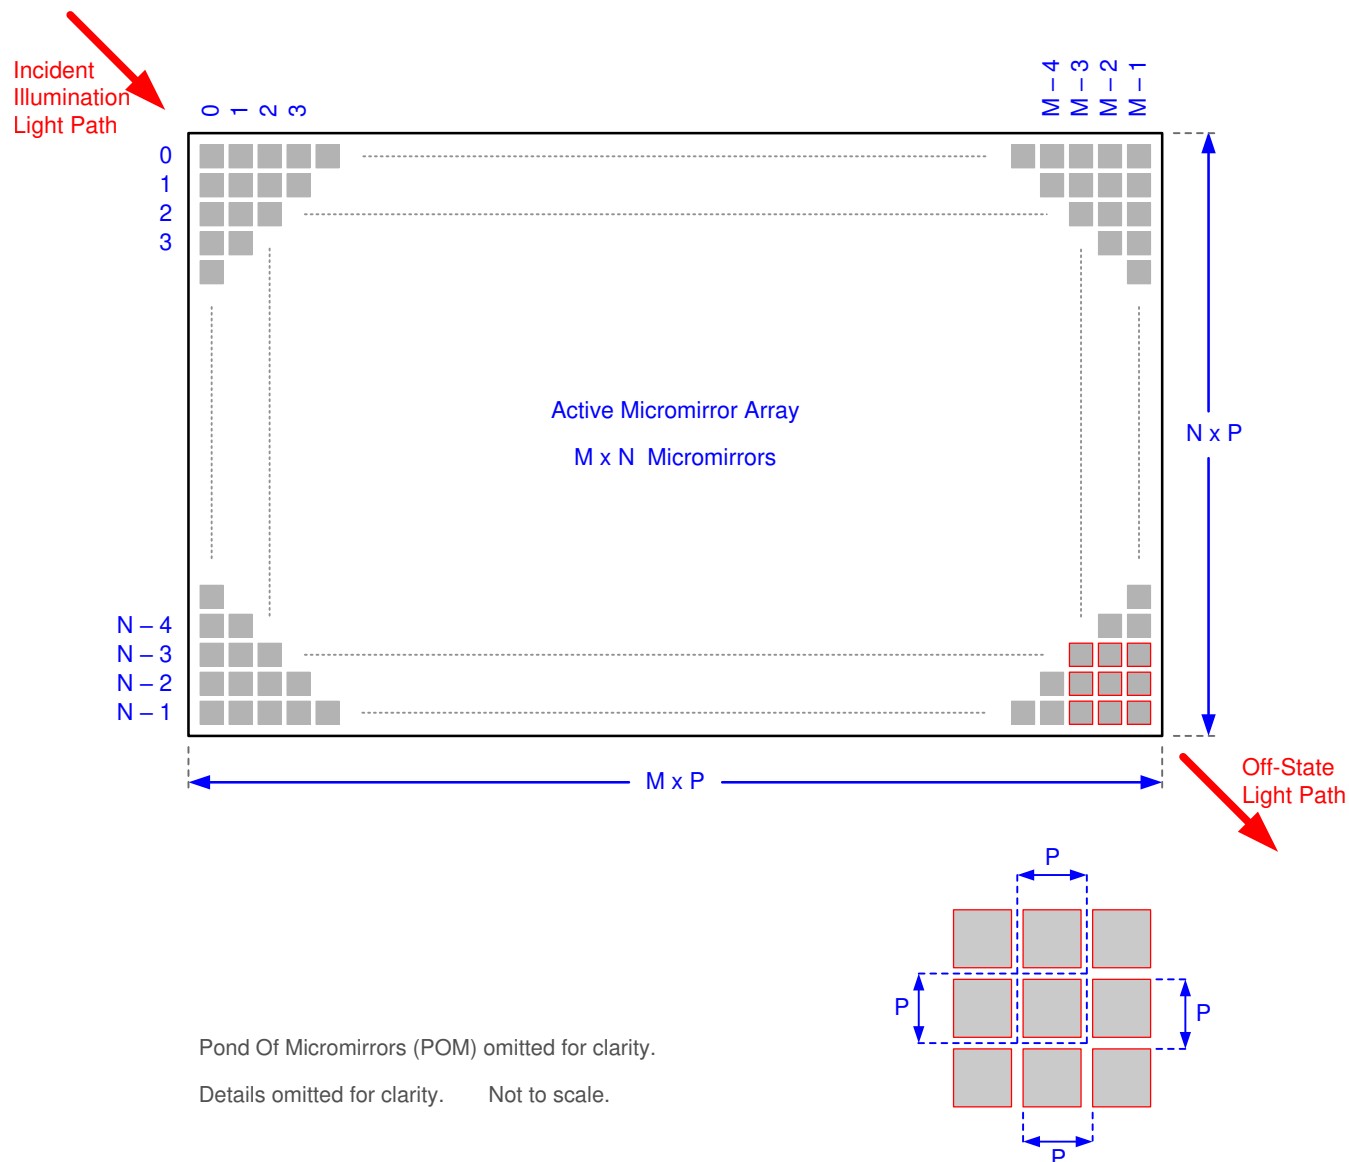

図 5-10. マイクロミラー アレイの物理特性
- (1) 図 5-10 を参照。
- (2) アクティブ アレイの周囲の構造と特性には、部分的に機能するマイクロミラーで **POM** と呼ばれる帯状の領域が含まれています。これらのマイクロミラーは構造のおよび / または電氣的に、明るい状態またはオン状態へ傾けることを防止しますが、オフ状態へ傾けるには電氣的のバイアスが必要です。